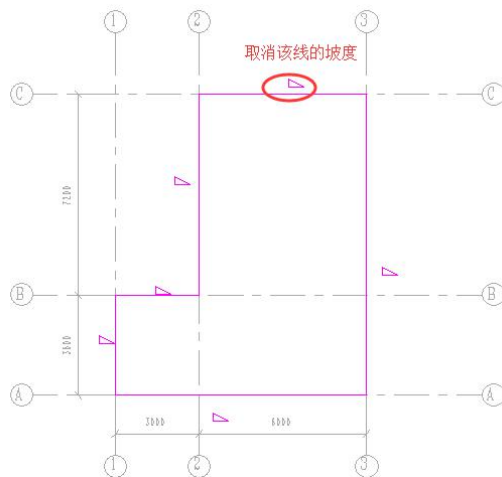

图 7-14 屋面边界线
- 在上下文选项卡“绘制”面板上，选择“直线”工具，按照图 7-14 创建屋顶边界线、取消位于 C 轴的屋面边界线坡度。